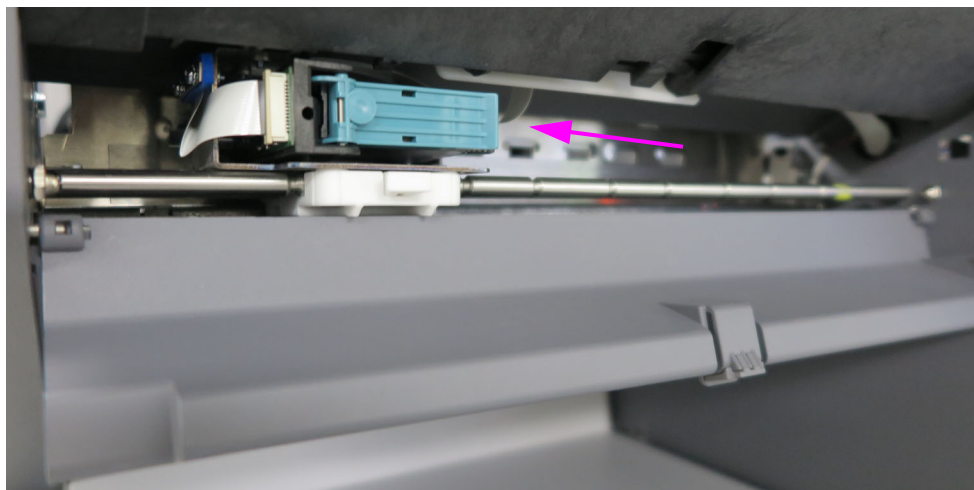

図 5-6 : フロントプリンタアセンブリ
2. 緑色のレバーを持ち上げて、プリンタカートリッジを取り出します（図 5-6）。